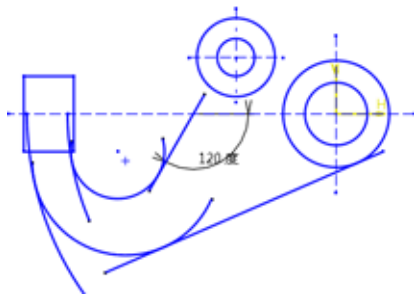

图5-121 绘制相切直线
- 08 利用【直线】命令绘制2直线，且2直线分别与相连圆弧相切，如图5-121所示。